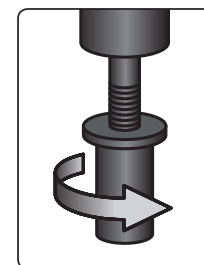

Abb. 4
- Stellen Sie die Drehrichtung des Spannkopfes nach rechts ein, halten Sie den Adapter nicht mehr, damit dieser sich drehen kann, und indem Sie die Nietmutter in der Hand halten, schrauben Sie in diese das Gewinde des mittleren Schafts vom Adapter hinein (Abb. 4). Die Nietmutter muss auf den Schaft mit Orientierung nach Abb. 4 aufgeschraubt werden, da im gegenteiligen Fall die Nietmutter nicht abgezogen werden kann.**